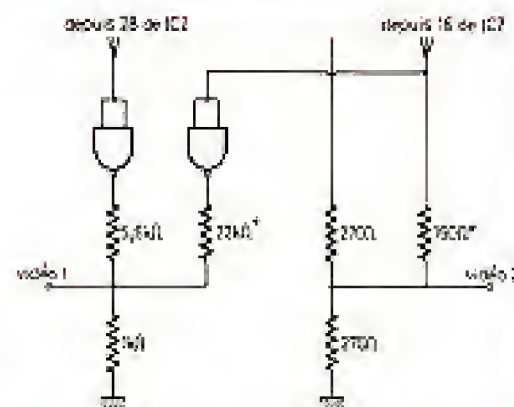

Fig. 2. - Augmentation de la synchro. agir sur les résistances minces d'un astéroïde (voir texte sur AY-3-8550).
- Figure 10, page 247 : il manque sur le circuit imprimé un des plots de raccordement à la prise DIN de commutation automatique 2/4 joueurs (voir fig. 2). Ce plot est à ajouter sur la piste reliant la broche 12 du 4013 (situé en bas de la fig. 10) à la broche 6 du 4016.
- Mise à part l'adaptation en, tous les circuits logiques à 2 entrées sont utilisés en inverseurs sur les figures 2 et 4 puisque ce sont des portes dont les 2 entrées sont reliées ; en conséquence on peut utiliser pour réaliser cela des 4011 (4 NAND 2 entrées) ou des 4001 (4 NOR 2 entrées), leur brochage étant identique comme le montrait la figure 16. Ceci explique le fait que l'on trouve indifféremment l'un ou l'autre dans l'article et les deux références 4001 et 4011 sous le même brochage. Les symboles logiques représentés à l'intérieur du boîtier sont ceux d'un NOR (donc pour un 4001) ; la représentation d'un NAND à l'intérieur du boîtier,
- La figure 12 enfin comporte une erreur flagrante quand on la compare au schéma théorique de la figure 5. Le plot de liaison marqué « depuis sortie du 4002 » est en fait « vers E₁ figure 2 » tandis que « depuis sortie du 4002 » doit aboutir au point commun 2,7 kΩ/potentiomètre d'un kΩ.
- Selon le type et surtout selon l'âge de votre récepteur TV, il peut être nécessaire, pour avoir une image stable, d'augmenter le niveau de synchronisation ; cela se fait très simplement en diminuant légèrement (pas plus de 20 %) la résistance aboutissant au pont diviseur de sortie et provenant de la patte synchro du circuit (voir fig. 2 ci-jointe).